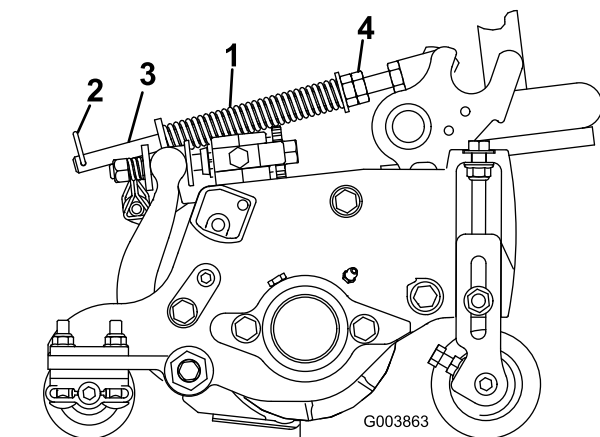

Figura 21
1. Certifique-se de que o contrapino do gancho está instalado no orifício traseiro na haste da mola (Figura 21).
2. Aperte as porcas sextavadas na extremidade dianteira da haste da mola até que o comprimento da mola em compressão seja de 15,9 cm (Figura 21).